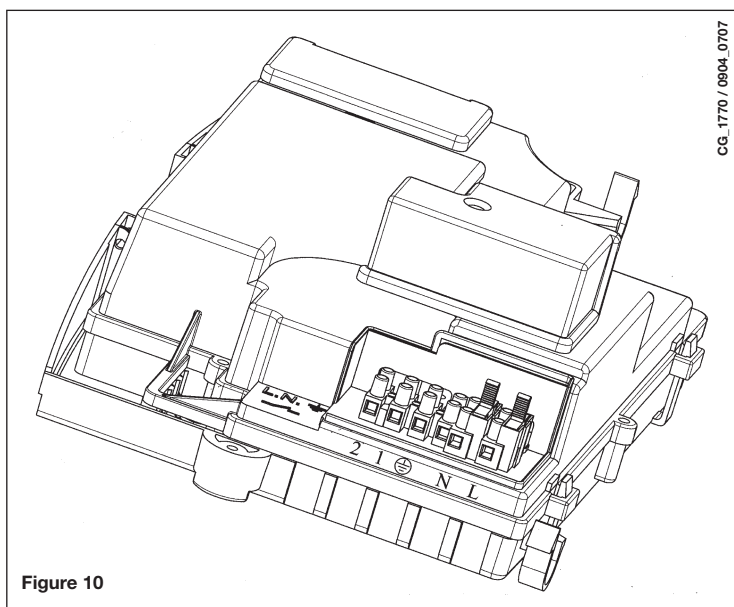

Figure 10
- enlever le couvercle pour accéder aux branchements électriques (figure 10).
- accéder à l'alimentation électrique du bornier d'alimentation (figure 10) ;
- brancher le thermostat d'ambiance aux terminaux (1) - (2) et enlever le pontage.